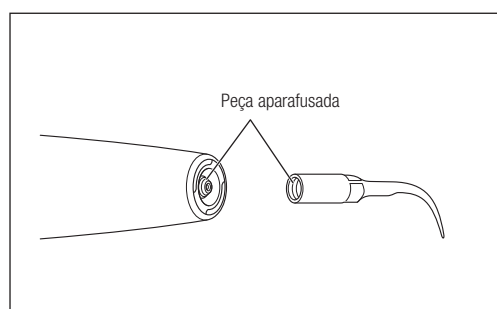

Fig. 14
- 1) Certifique-se de que as partes de rosca da peça de mão e da ponta estão limpas (Fig. 14).